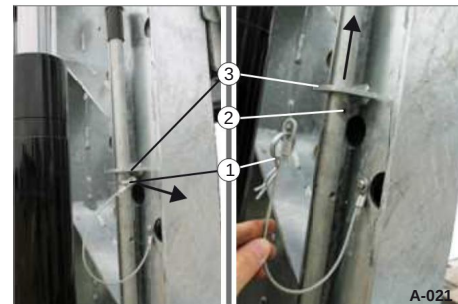

Bild 21 Ta bort spakstången
• Dra ut fjäderstiftet (Bild 21/2) ur hålet.
• Dra ut spakstången (bild 20/1) helt ur den övre hållaren (bild 21/3).
hålet (se bild 21).